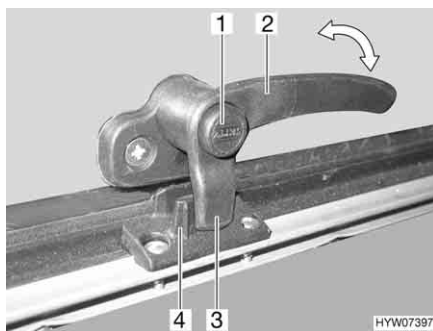
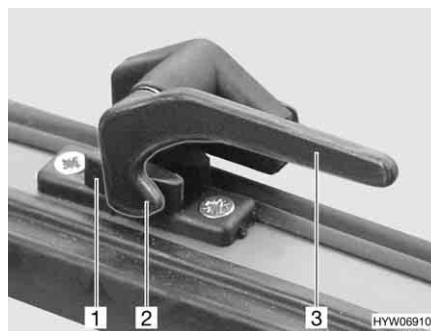

Bild 53 Låsarm med låsknapp i läget "stängd"
Bild 54 Låsarm i läget "stängd"
- Tryck på låsknappen (Bild 53,1) om sådan finns och håll den nedtryckt.
- Sväng låsarmen (Bild 53,2 eller Bild 54,3) ett kvarts varv mot fönstrets mitt.
- Sväng låsarmen (Bild 53,2 eller Bild 54,3) ett kvarts varv mot fönsterkarmen. Låsspaken (Bild 53,3 eller Bild 54,2) på låsarmen sitter helt på fönsterlåsets insida (Bild 53,4 eller Bild 54,1).
- I läget "helt stängt" (Bild 53 och Bild 54)